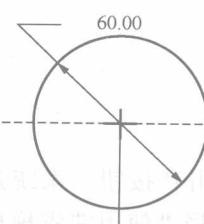
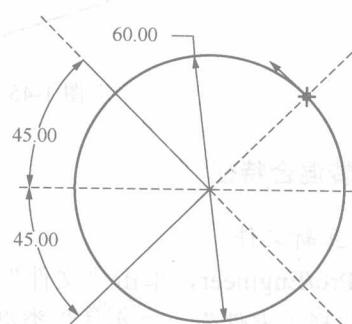

图 1-42 绘制第一个混合截面
图 1-43 截取第一个截面的四个分割点
(2) 系统进入草绘模式，绘制如图 1-42 所示的截面，在圆上绘制两条与水平线夹角为 45° 的辅助中心线，单击 按钮，截取四个交点，如图 1-43 所示，把圆分成 4 个部分，以保证生成实体的每个截面具有相同的图元数。